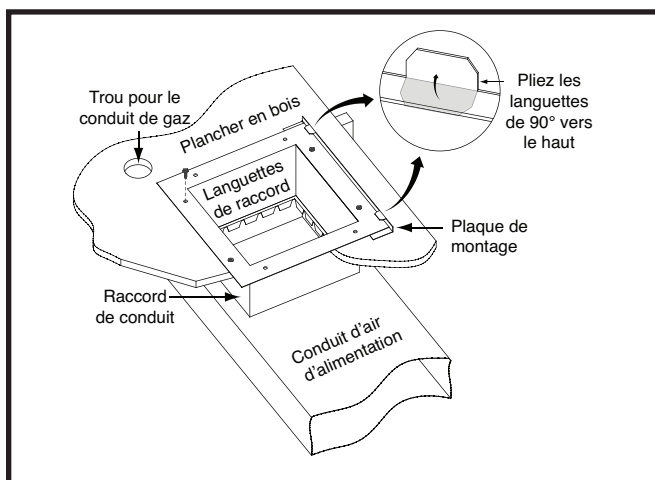

Figure 9. Raccord de conduit standard installé
2. Marquez l'emplacement de l'ouverture du conduit d'alimentation en air en tirant un trait autour des languettes du raccord de conduit. Voyez la Figure 9 \(page 8\).
5. Installez la plaque de montage facultative sous la surface arrière du raccord de conduit tel qu'illustré à la Figure 9. Alignez les trous pour vis dans les deux composantes.